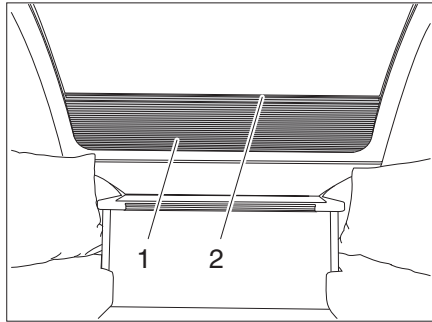

Fig. 41 Persiana oscurecedora enrollable para ventana delantera
- Cerrar:** ■ Tirar la persiana oscurecedora enrollable de la muesca (Fig. 41,2) hacia arriba.
- Abrir:** ■ Tirar la persiana oscurecedora enrollable (Fig. 41,1) de la muesca (Fig. 41,2) hacia abajo.